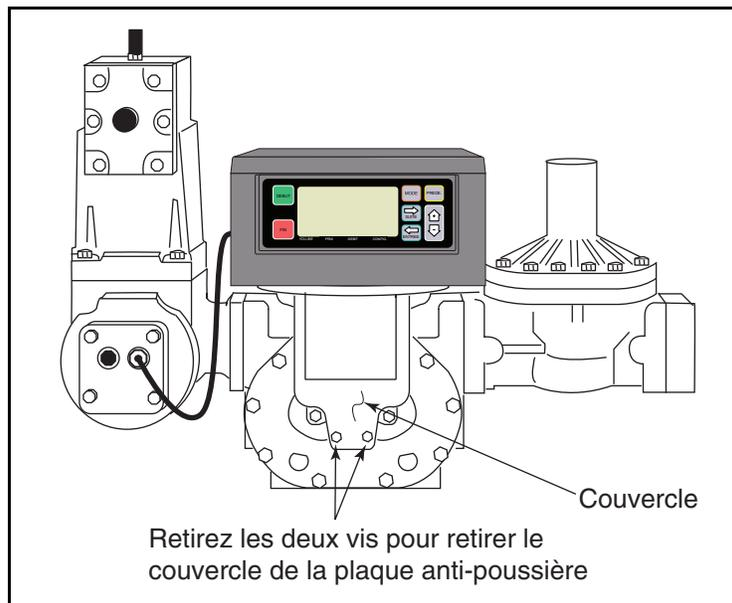
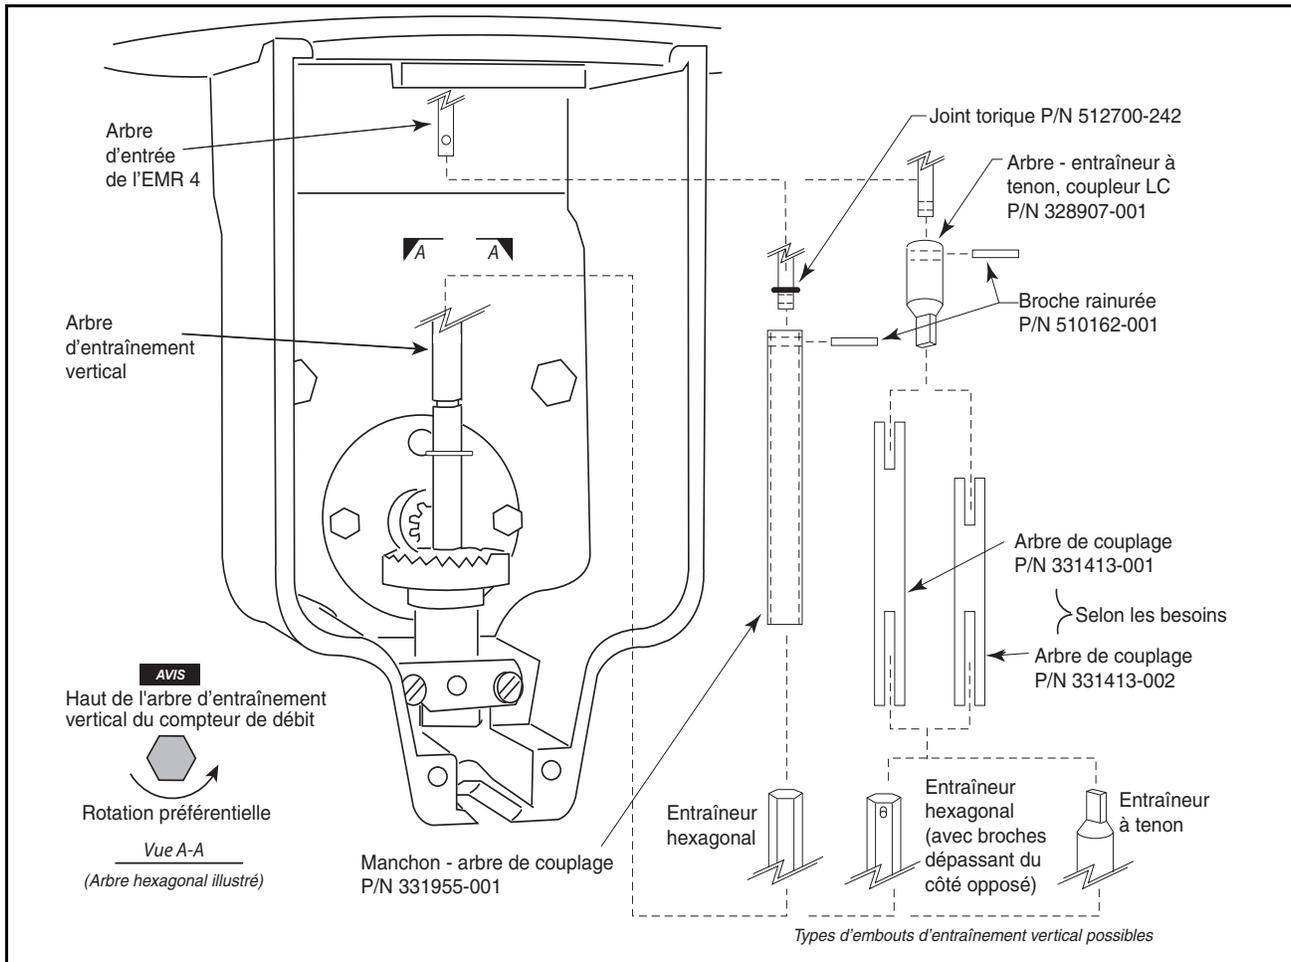

Figure 2. Retirez la plaque de protection contre la poussière du système de réglage
Figure 3. Installation du raccord de l'adaptateur de l'encodeur du compteur
2. Faites fonctionner le débitmètre et vérifiez que son arbre d'entraînement vertical (Figure 3) tourne dans le sens anti-horaire. Si ce n'est pas le cas, procédez au(x) réglage(s) mécanique(s) nécessaire(s) pour que l'arbre d'entraînement vertical tourne dans le sens anti-horaire.
3. Retirez la plaque de protection contre la poussière du système de réglage à l'avant du compteur (Figure 2). Retirez le système de réglage existant et l'arbre de couplage. Notez le type d'arbre d'entraînement vertical dans le compteur (Figure 3).